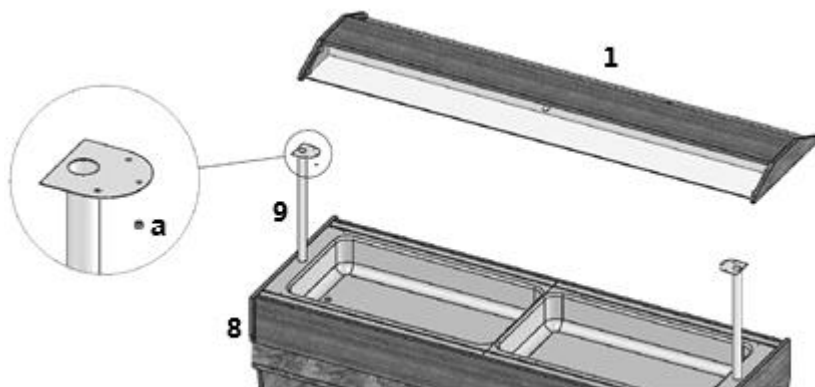

Fig. 3
1. Monter le pare-haleine avec l'éclairage intégré sur l'appareil (fig. 3).